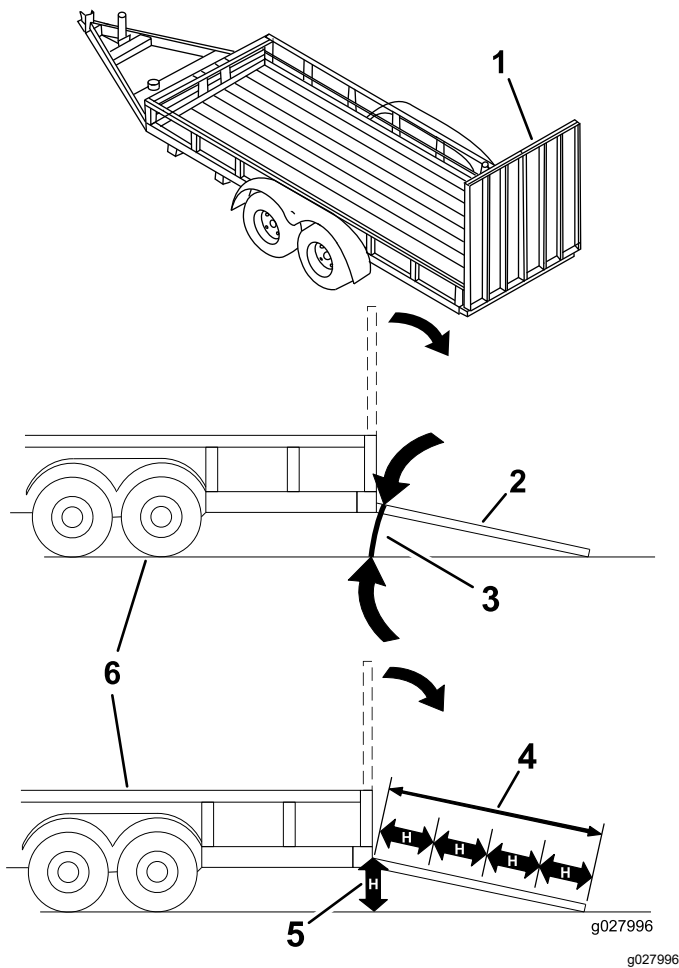

Figura 38
**El cargar la máquina en un remolque o un camión aumenta la posibilidad de un vuelco y podría causar lesiones graves o la muerte (Figura 38).**
1. Baje la rampa, asegurándose de que el ángulo entre la rampa y el suelo no supera los 15 grados (Figura 38).